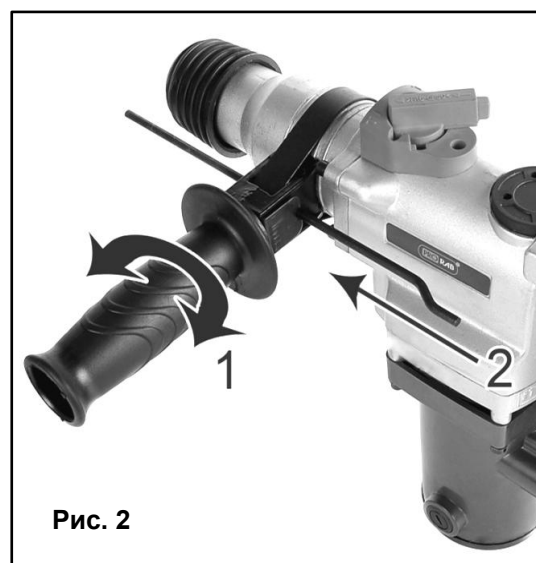

Рис. 2
Всегда устанавливайте дополнительную рукоятку в целях безопасности и удобства работы. Ослабьте крепежную гайку рукоятки, вращая рукоятку против часовой стрелки. (1) (См. Рис.2). Установите дополнительную рукоятку на корпус перфоратора. Вращайте рукоятку до тех пор, пока не выберите удобное положение рукоятки. Затяните рукоятку, вращая ее по часовой стрелке, чтобы зафиксировать выбранное положение.
Во время сверления, используйте ограничитель глубины для точности сверления. Для установки ограничителя немного отверните дополнительную рукоятку (1) (См. Рис.2), чтобы освободить фиксатор ограничителя. Вставьте ограничитель (2) (См. Рис.2) в отверстие кронштейна рукоятки. Установите его на нужный уровень и зафиксируйте его положение, завернув рукоятку.